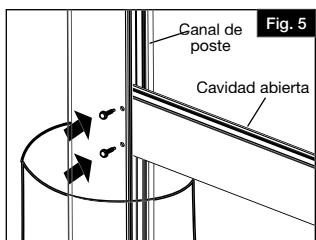

Fig. 5
Placer la traverse inférieure à l'intérieur du premier poteau de façon à ce qu'elle repose sur les cales d'espacement de 2 po/50 mm (Fig. 5). Fixer la traverse inférieure dans la petite rainure du poteau à l'aide de deux vis à tête hexagonale de $\frac{3}{4}$ po/19 mm (Fig. 6).
1. En el primer poste, insertar el travesaño en el canal del poste. La parte inferior del travesaño debe estar alineada con la marca hecha en el paso 1 (70" o 177,80 cm de la parte superior del poste). Comprobar que la cavidad abierta en el travesaño esté orientada hacia arriba. Fijar el travesaño inferior con dos tornillos de cabeza hexagonal de $\frac{3}{4}$ " en la pequeña ranura en el poste. (Fig. 5).